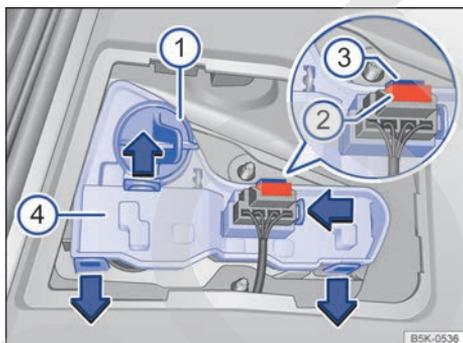

Fig. 171 En el portón del maletero: extraer el portalámparas.
- ④ Gire el portalámparas → fig. 171 ① en el sentido contrario al de las agujas del reloj, hasta el tope, y extráigalo junto con la lámpara hacia atrás.
- ⑤ Sustituya la lámpara averiada por otra nueva del mismo tipo. Coloque el portalámparas ① y gírelo en el sentido de las agujas del reloj hasta el tope.
- ⑥ Extraiga el seguro ②. Presione el bloqueo ③ del conector y desacople el conector.
- ⑦ Desbloquee las pestañas de encastre del portalámparas ④ en el sentido de las flechas y extraiga el portalámparas.
- ⑧ Sustituya la lámpara averiada por otra nueva del mismo tipo.
- ⑨ Coloque de nuevo el portalámparas. Las pestañas de encastre deberán encastrar de forma audible.
- ⑩ Acople el conector al portalámparas y monte la tapa. La tapa tiene que encastrar y quedar bien fijada.
- ⑪ Cierre el portón del maletero → pág. 83.